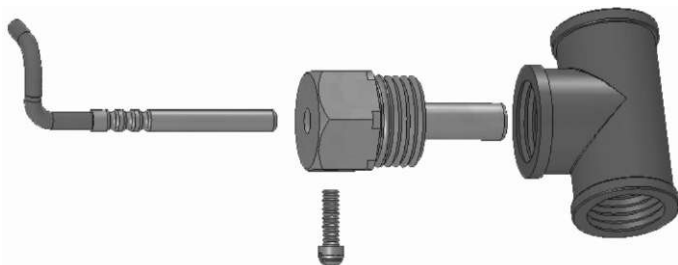

Рисунок 4.3 - Вариант установки термосопротивления в тройник
- термопреобразователь (1) устанавливается в гильзу (2), вкручиваемую в стандартный тройник (3) (рисунок 4.3);